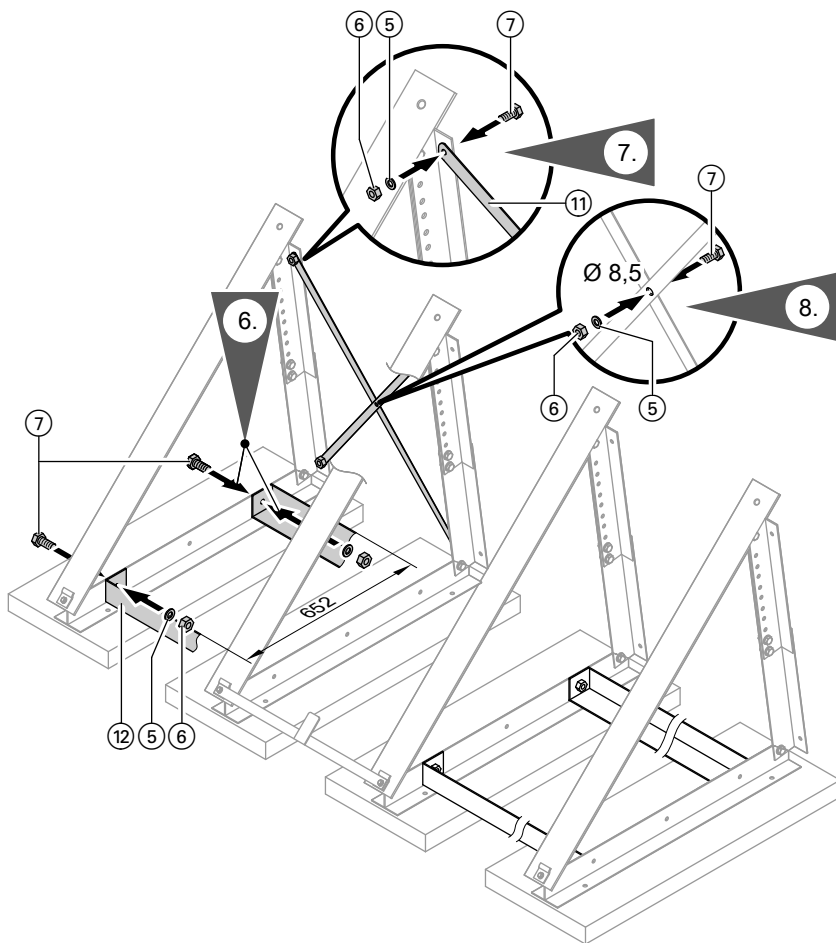

Abb. 10
- Für je **1 bis 6** Kollektoren nebeneinander 2 Verbindungsstreben diagonal an Stellstützen schrauben (siehe Abb. 10).